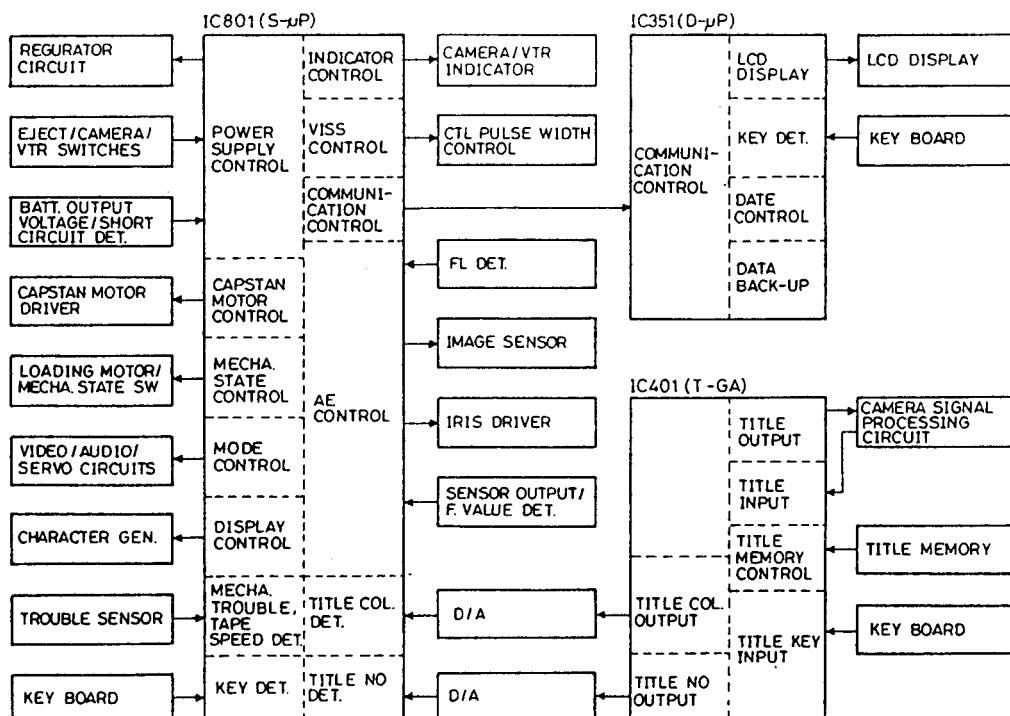

Abb. 3-1 Überblick über die Systemregelung
1. Allgemeine Beschreibung (Fig. 3-1)